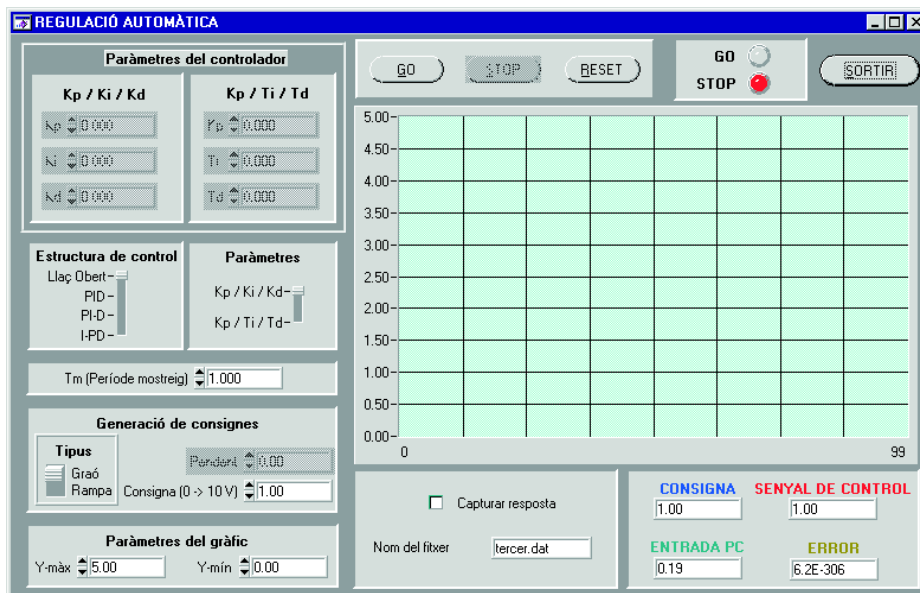
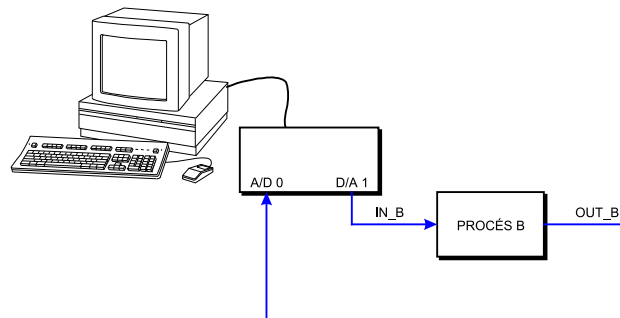
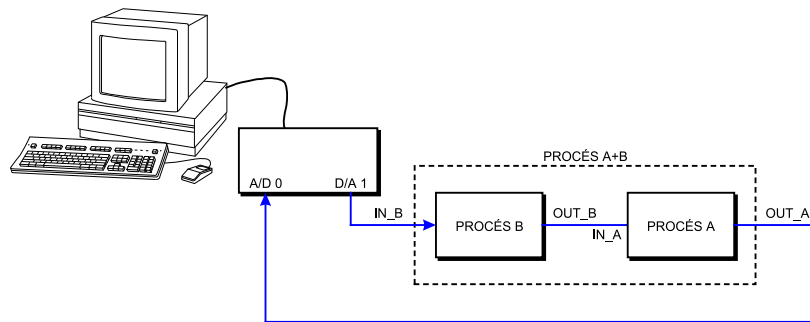

Figura 1-2 Pantalla LabWindows.
Figura 1-3 Connexió del procés B amb el PC.
Figura 1-4 Connexió del procés A+B amb el PC.
La finestra de LabWindows per a visualitzar els senyals i aplicar el controlador desitjat és la que es mostra a la Figura 1-2. Bàsicament consta d'una pantalla que es comporta com un oscil·loscopi en la que es van representant 4 senyals: el senyal que entra pel conversor A/D 0 (senyal sortida del procés), el senyal de control calculat interiorment amb l'algorisme corresponent, el senyal d'error i la consigna seleccionada. El procés començarà a adquirir dades, i per tant a representar-les quan es prem el botó *Go*. La pantalla es va desplaçant i va representant les dades fins que no es prem *Stop*.
En els entrenadors del laboratori hi ha dos processos A i B fets a base d'amplificadors operacionals. Aquests dos processos es poden utilitzar individualment o combinar entre ells per a tenir processos més complexes. Cal identificar mitjançant la resposta temporal el procés B (Figura 1-3) i una combinació en cascada dels processos A i B (Figura 1-4), tenint en compte que el punt d'operació dels sistemes serà al voltant de la consigna de 1.
1. Executeu el programa `[pr1.exe]` i apareixerà la pantalla de la Figura 1-2 comentada abans, que permetrà aplicar consignes, adquirir les dades per pantalla i guardar-les en un fitxer pel seu posterior tractament. Fixeu el temps de mostreig  $T_s = 1$  s. Feu les connexions indicades a la Figura 1-3.
4. Realitzeu les connexions de la Figura 1-4. Repetiu els passos anteriors calculant ara una funció de transferència que approximi el comportament del procés A+B.